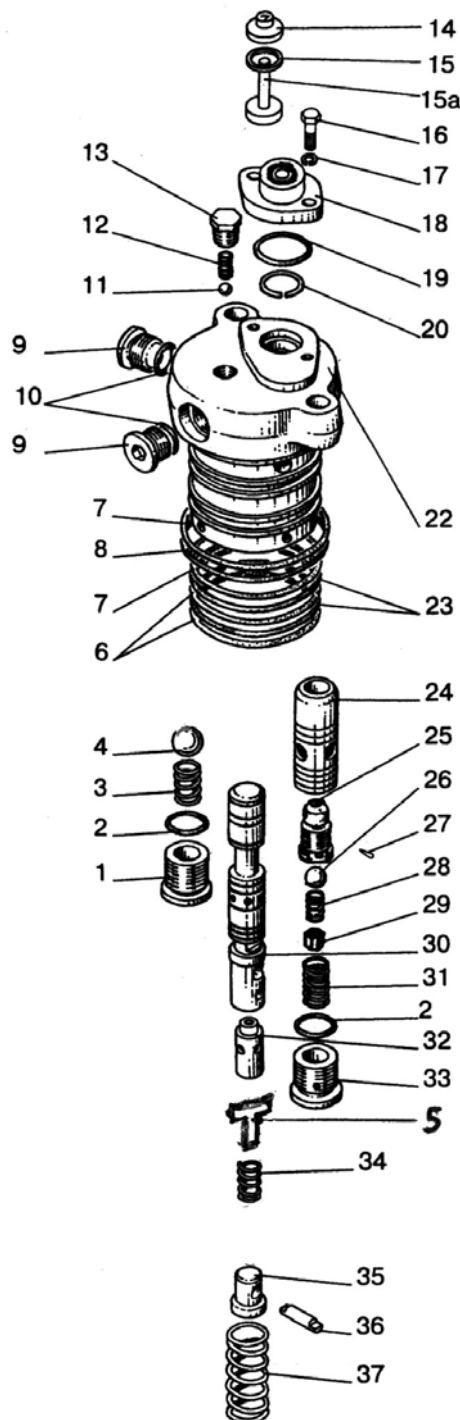

Рисунок 8.11 Распределитель гидроподъемника.
Чтобы снять золотник (30) (рисунок 8.11), выполните следующие операции:
- 1) сожмите пружину (37) так, чтобы освободить штифт (36);
- 2) нажмите на упор (35), извлеките штифт и плавно отпустите упор;
- 3) звлеките пружину (34), упор (5) и клапан (32);
- 4) вывинтите болты (16) и снимите крышку в сборе (18);
- 5) извлеките золотник (30) из корпуса (22) в направлении снятия крышки (18).
Чтобы снять обратный клапан (1,3,4), (рисунок 8.11), выполните следующие операции: